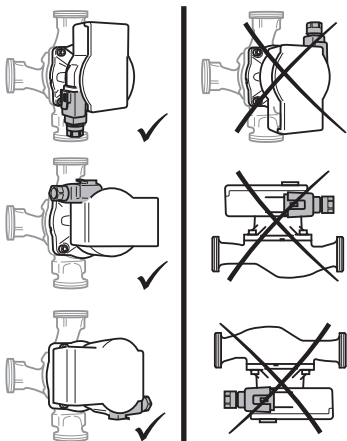

Fig. 2: Położenie montażowe
- Miejsce montażu wybrać odpowiednio do dozwolonego położenia montażowego (Fig. 2).
- Przestrzegać dozwolonego położenia montażowego pompy (Fig. 2), w razie potrzeby obrócić głowicę silnika (2+6).
**Ustawić górną armaturę odcinającą bocznie w taki sposób, aby wyciekająca woda nie kapła na moduł regulacyjny (6).**
- Przytrzymać głowicę silnika (2+6) i wykręcić 4 śruby na korpusie (5).
- Przestrzegać dozwolonego położenia montażowego (Fig. 2) i kierunku przepływu wskazywanego przez strzałkę na korpusie pompy (1).
- Dokręcić 4 śruby na korpusie (5).